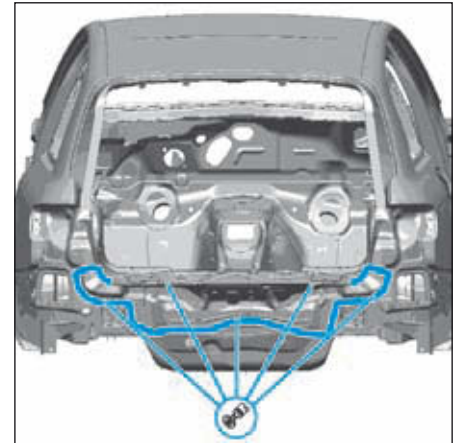

FIG. 135
- Retirer les morceaux des tôles restant (Fig.135).